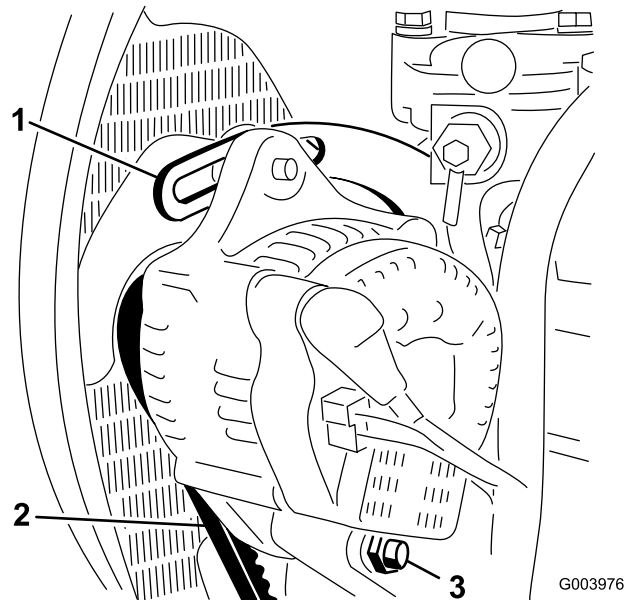

Рисунок 74
- Проверьте натяжение ремня генератора, надавив на него (Рисунок 74) посередине между шкивами генератора и коленчатого вала с усилием 10 кг.
- Ослабьте болт крепления скобы к двигателю (Рисунок 74), болт крепления генератора к скобе и болт оси поворота.